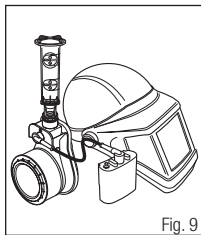

Fig. 9
3. Encienda la unidad al presionar la palanca en la batería GVP-111 o al poner el interruptor en la posición de encendido (ON) para la batería BP-15.
- a. Adaptador L-181 – Introduzca en el conector de vinilo (Fig. 9) y sostenga verticalmente.